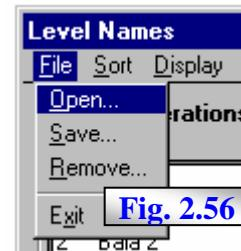

Fig. 2.56
- bara **File** – care permite operațiuni referitoare la structura de straturi și grupuri, fig. 2.56, prin intermediul următoarelor opțiuni: